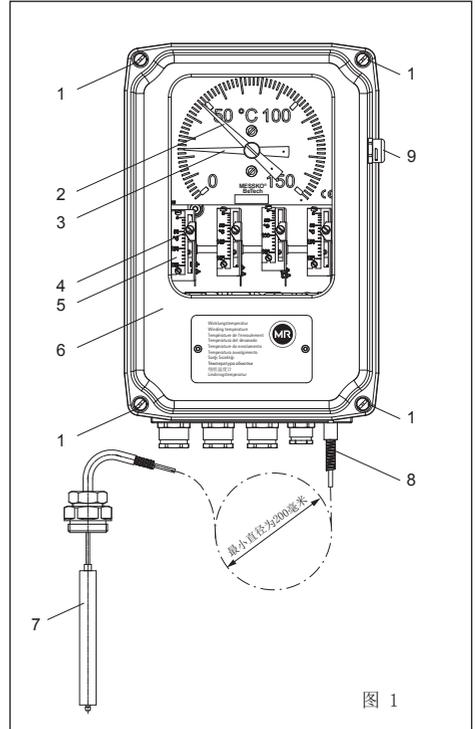

图 1
3.2 毛细管 (图 1/8)
要连接微动开关，需通过机箱门的四个螺丝来打开机箱（图 1/2）。将连接电缆的外护套移除约 160 mm 的长度，然后将各个导体的绝缘材料移除约 6 mm 的长度。将提供的电缆密封套宽松地安装在进线电缆和机箱上。请密切关注电缆密封套的装配情况，并确保密封件妥善安装，以避免进水。请按照接线图（附录中的第 8.2 章 - 第 8.6 章）将进线连接到端子排（附录中的第 8.7 章）。